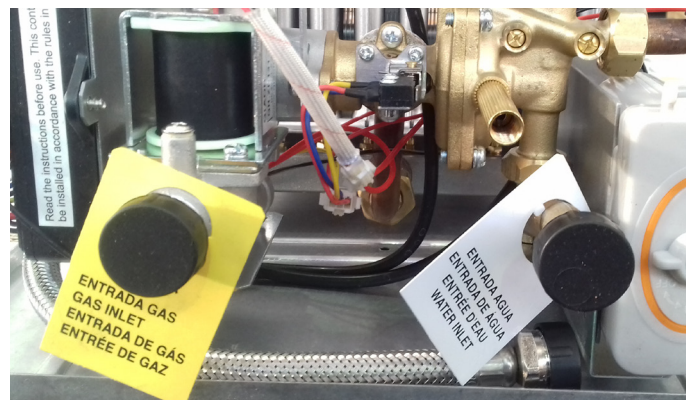

fig. 8 - Cartellini degli allacciamenti
- Rimuovere i tappi dagli attacchi dell'acqua e del gas, vedi fig. 8.